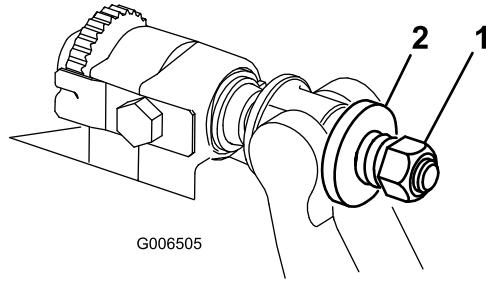

Figure 38
6. Serrez l'écrou de tension du ressort jusqu'à ce que les spires soient jointives, puis desserrez-le de 1/2 tour (Figure 38).